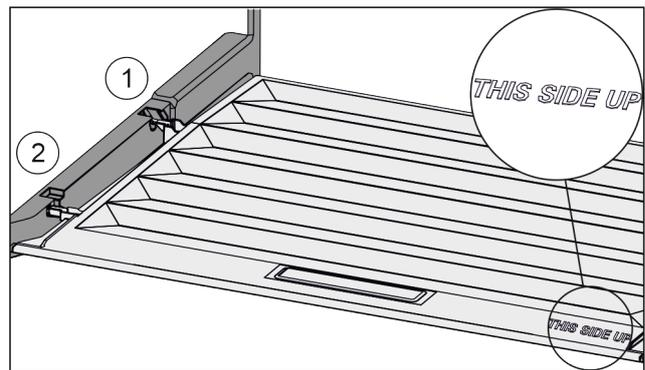

Fig. 70
- ▶ Deckelstege über Öffnung der hinteren Halterung Fig. 70 (1) einführen und vorne in Halterung Fig. 70 (2) einrasten.